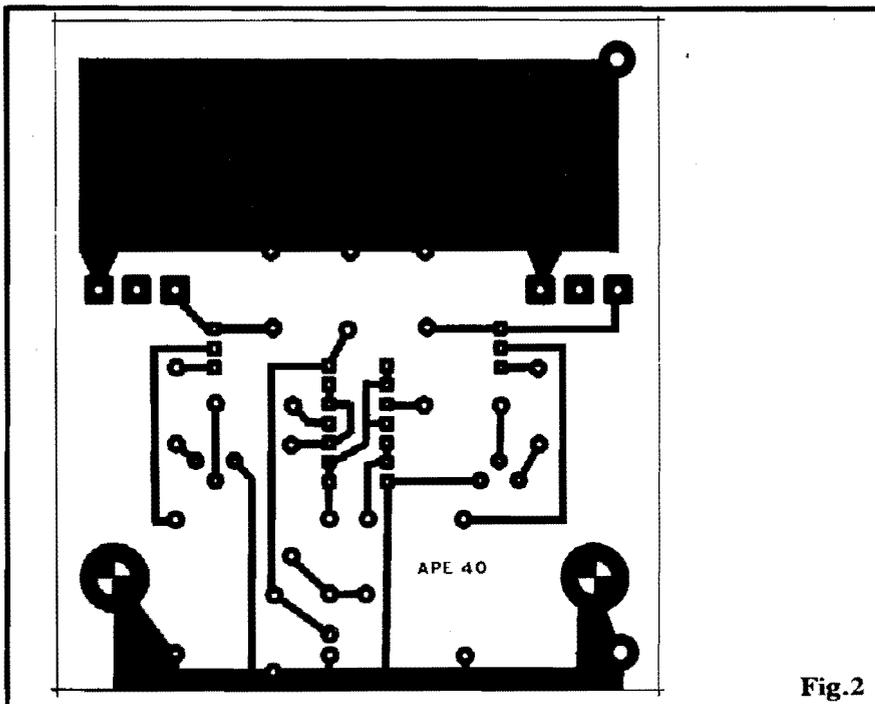

Fig. 2
- FIG. 2 - LAY OUT DO CIRCUITO IMPRESSO ESPECÍFICO - Embora o arranjo de ilhas e pistas cobreadas seja simples, de fácil implementação mesmo pelo Leitor que ainda não seja muito "cobra" na confecção de Impressos, há que se notar alguns pontos **IMPORTANTES**: alguns dos setores mostram área cobreada bastante avantajada, e isso é absolutamente necessário, em função das "bravas" Correntes que por eles circularão... Notem ainda que os próprios furos de fixação final da placa (demarcados por "cruzeiras"...), também são "taludos", além de se encontrarem, eletricamente, "coincidindo" com a própria linha do **negativo** geral da alimentação, com o que - se os parafusos "precisarem" - mecanicamente, fazer contato direto com o **chassis** do veículo, sem problemas. Observem ainda as ilhas "robustas" destinadas aos dois transístores de Potência (cujos terminais são de calibre superior ao das "pernas" de componentes "normais"...). No mais, nenhuma complicação, um lay out pouco "congestionado", mostrado em tamanho natural (escala 1:1, na base do "carbonar" diretamente, fazer a traçagem, corroer, furar, limpar e... usar...).